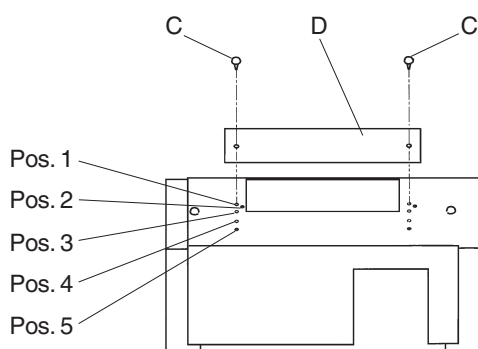

Fig. 3.15
La caldera sale de fábrica con la toma en la posición "1" (fig. 3.15).
- desenroscar los 2 tornillos (C) y poner la válvula (D) según la regulación necesaria (véanse tablas en pág. 20 y 21) sujetándola con los tornillos apenas quitados (fig. 3.15)